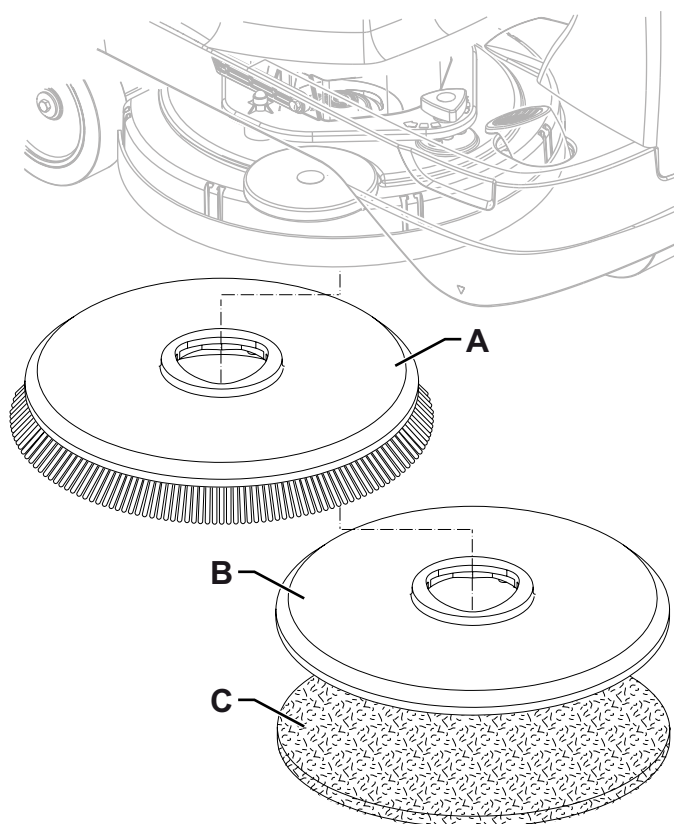

Figure 2
Sur la machine, et la brosse (A, Fig. 2) et le plateau support disque (B) avec disque (C) peuvent être installés, en fonction du traitement à effectuer sur le sol.
1. Positionner la brosse (A) ou le plateau support disque (B) sous la tête porte-brosses (7).
2. Insérer la clé de l'opérateur (52) dans le lecteur de clé (41), puis appuyer sur le bouton-poussoir (42) pour démarrer la machine.
3. Appuyer sur le bouton One-Touch (43) pour abaisser la tête sur la brosse.
4. Appuyer sur le bouton (45) pour permettre l'accrochage de la brosse.
5. Pour retirer la brosse est nécessaire de soulever la tête en appuyant sur le bouton One-Touch (43), puis appuyer sur le bouton de déclenchement (45).